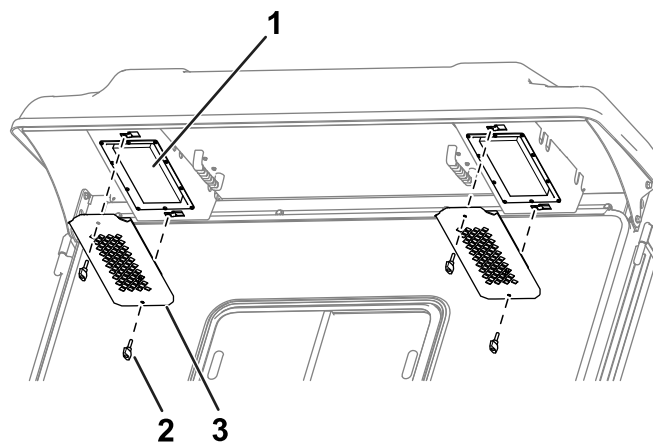

Figura 87
1. Retire los pomos y las rejillas del reborde trasero de la cabina (**Figura 87**).
4. Utilice los pomos y las rejillas para instalar los filtros en la cabina (**Figura 87**).